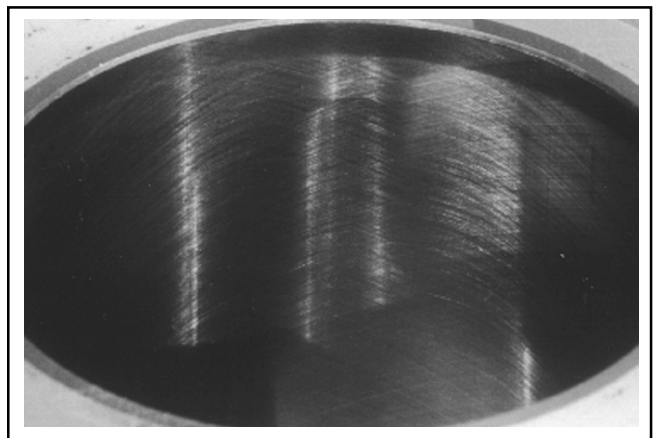

Figura 10-3. Aspetto dell'alesaggio dopo l'alesatura.
3. Quando il foro ha una tolleranza inferiore di **0,064 mm (0.0025 in.)** rispetto alla misura desiderata, rimuovere gli alesatori grezzi e sostituirli con alesatori medi. Proseguire con gli alesatori medi finché il foro non raggiunge meno di **0,013 mm (0.0005 in.)** dalla misura desiderata, quindi utilizzare gli alesatori di finitura (grana 220-280) e lucidare il foro fino alla misura finale. Se l'alesatura è stata effettuata correttamente, si devono osservare sottili linee intrecciate, angolate di circa 23-33°. Un angolo troppo piatto può far sì che i segmenti saltino e si usurino eccessivamente, mentre un angolo troppo acuto comporterebbe un consumo d'olio elevato. Vedere Figura 10-3.